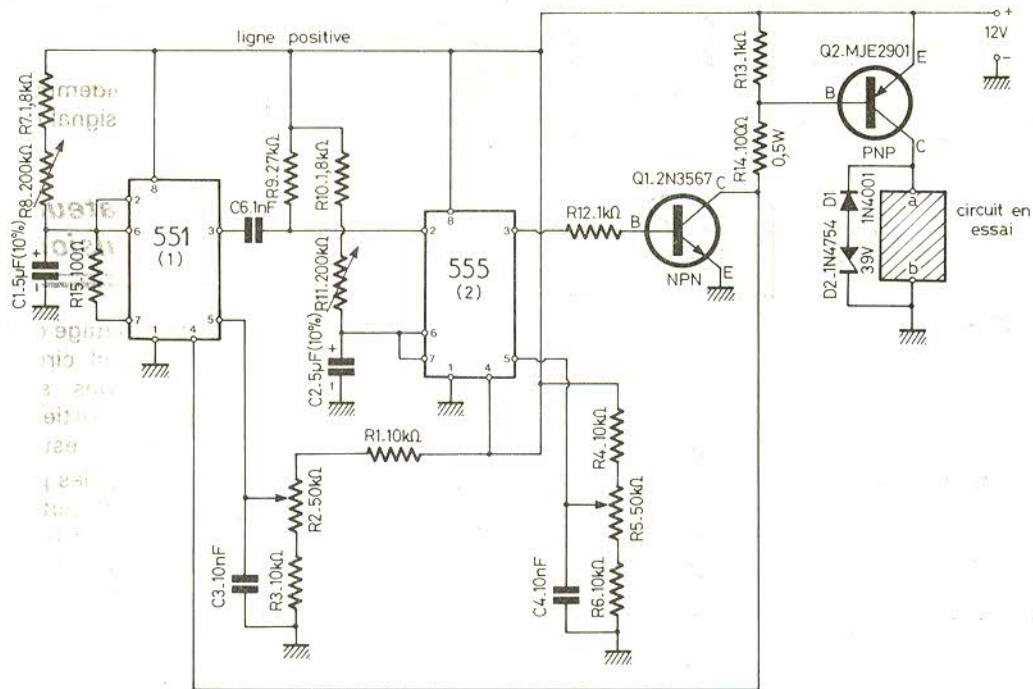

Fig. 1
**A**VEC l'appareil d'essais représenté à la figure 1 on pourra vérifier des bobines telles que solénoïdes ou celles des relais, de divers dispositifs électromécaniques, en régime d'impulsions.